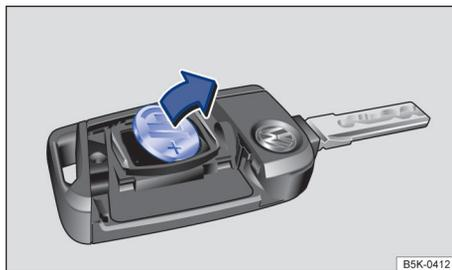

图 43 汽车钥匙：取出旧电池
- 用一合适的扁平器具从电池盒里撬出电池⇒图 43。
- 安放新电池，然后沿⇒图 43 箭头相反方向将其推入电池盒内⇒①。